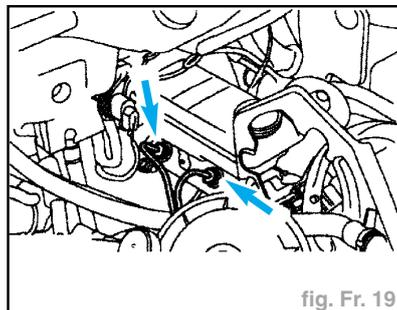

fig. Fr. 19
- Débrancher les tuyaux de freins du maître-cylindre (fig. Fr. 19).